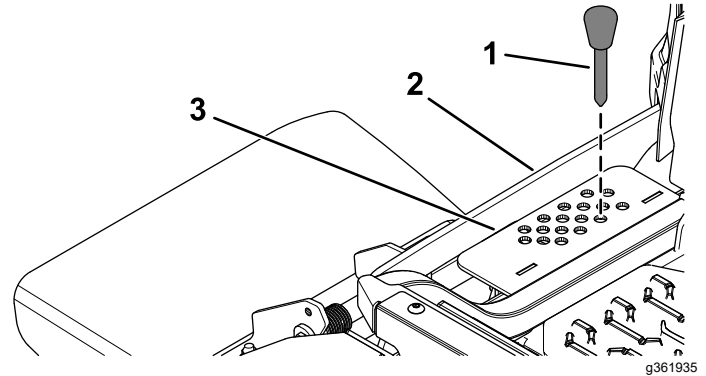

Bild 32
2. Wählen Sie ein Loch in der Schnitthöhenhalterung, das der gewünschten Schnitthöhe entspricht, und stecken Sie den Lastösenbolzen wieder ein (Bild 32).
3. Drücken Sie den Mähwerkhubschalter nach unten, bis das Schnitthöhenlenker den Schnitthöhenstift leicht berührt (Bild 32).